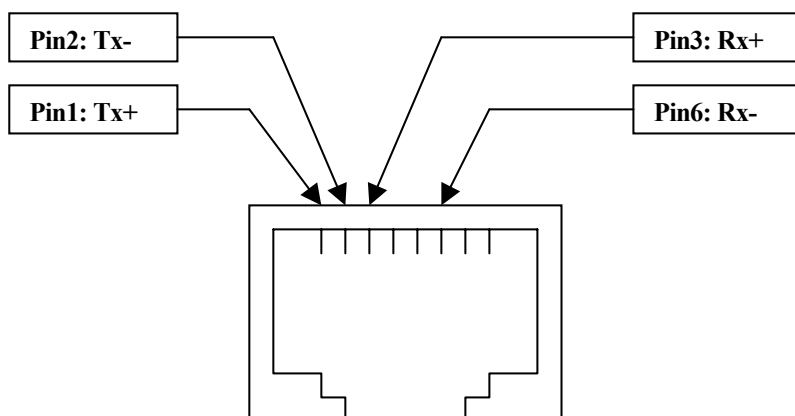

Figura 2: Connettore RJ45 - vista frontale
- ◆ Sempre sulla parte destra è accessibile la presa per il collegamento Ethernet con il connettore standard RJ45 (cfr. Figura 2).